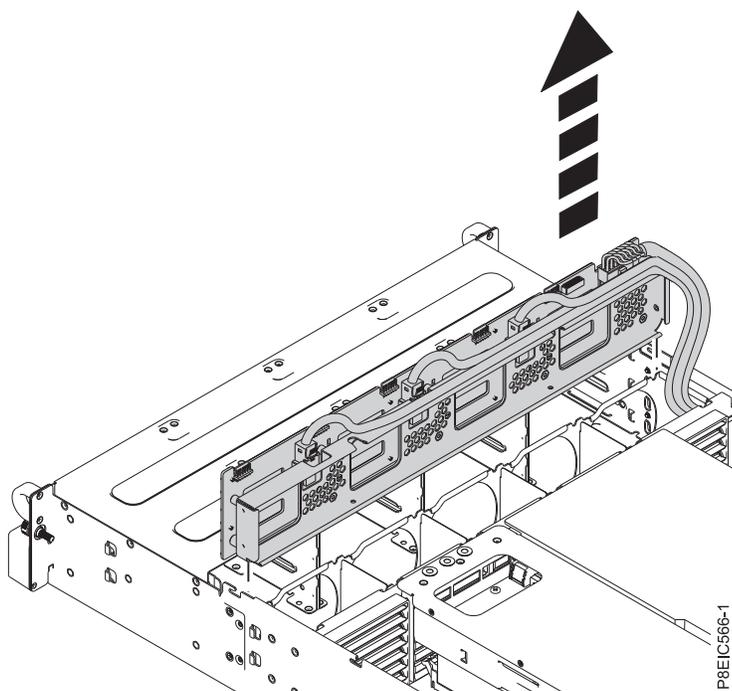

Figura 27. Extracción de placa posterior de unidad de disco
9. Levante placa posterior de unidad de disco directamente hacia fuera del chasis, tal como se indica en Figura 27 en la página 26.